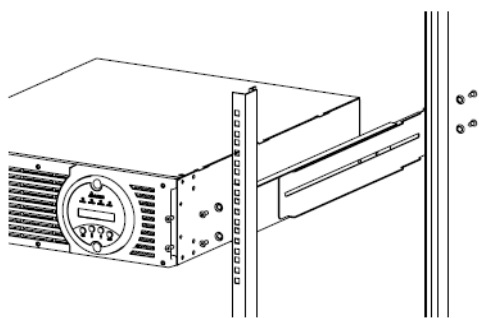

Рис.2
3. Установите поперечные рейки-направляющие на необходимой высоте и осторожно вкатите ИБП в стойку по направляющим. Прикрепите монтажные скобы винтами к вертикальным профилям стойки. (Рис. 2)